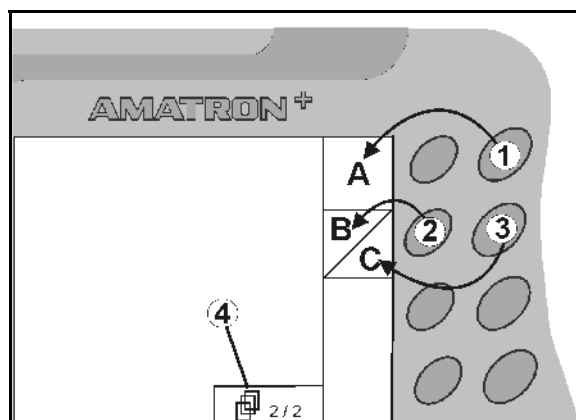

Fig. 7
- Dacă pe display apar câmpuri pătrate, atunci numai tasta din dreapta (Fig. 7/1) este alocată câmpului funcțional (Fig. 7/A).
- o tasta din stânga (Fig. 7/2) este alocată câmpului funcțional din stânga sus (Fig. 7/B).
- o tasta din dreapta (Fig. 7/3) este alocată câmpului funcțional din dreapta jos (Fig. 7/C).
• răsfoire în alte pagini de meniu (este posibilă numai când simbolul (Fig. 7/4) apare pe display)